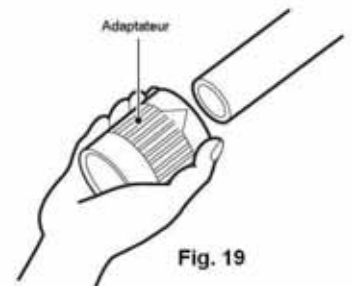

Fig. 19
- Éliminer les ébarbures à l'extrémité du tuyau à l'aide d'une ébarbeuse. Cette opération est importante pour obtenir un raccord à godet de bonne qualité (fig. 19).